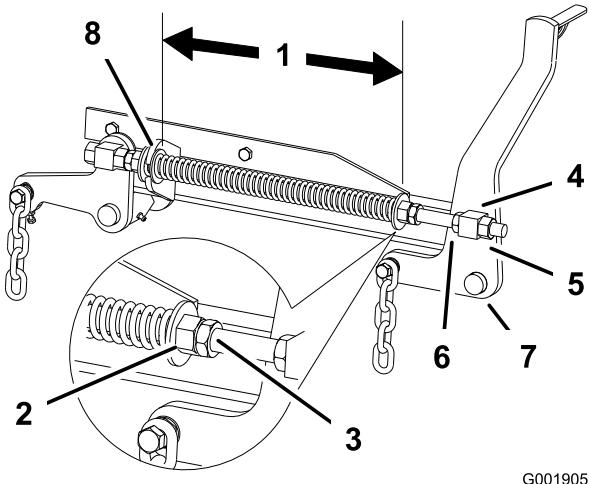

Figura 79
- Compruebe la distancia entre las dos arandelas grandes, que debe ser de 29,2 cm (Figura 79).
- Ajuste esta distancia aflojando la contratuerca elástica y girando la tuerca que está delante de cada muelle (Figura 79). Gire la tuerca en el sentido de las agujas del reloj para acortar el muelle y en el sentido contrario a las agujas del reloj para alargar el muelle.
- Fije la tuerca en la posición deseada apretando la contratuerca elástica (Figura 79).